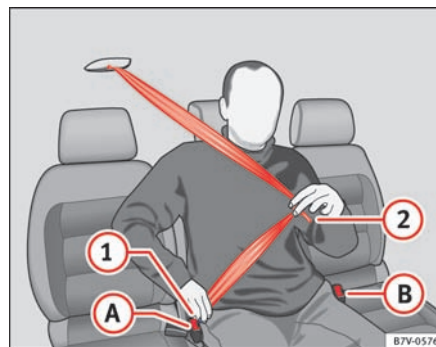

Fig. 12 Sådan spændes sikkerhedsselen til den midterste siddeplads på 2. sæderække.
- Tag fat i låsetappen, og træk selen ⇒ Fig. 12  nedad. Sørg for, at selen **ikke** snor sig ⇒ .
- Tag fat i låsetappen, og træk selen ② hen over bækkenet på passageren.
- Sæt låsetappen ② ned i den selelås ③, der hører til den pågældende siddeplads.